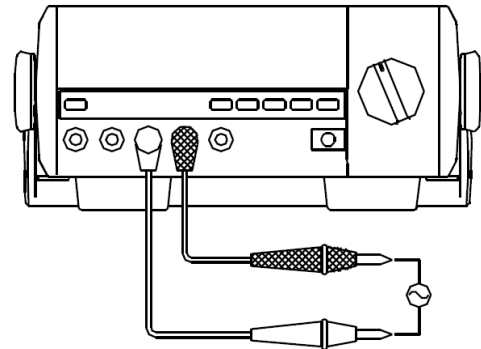

Рисунок 9
**G. Измерение частоты (см. рисунок 9)**